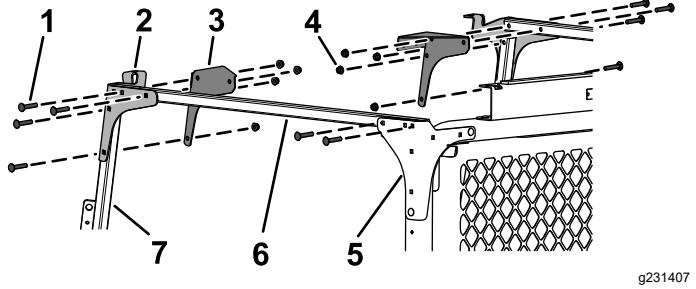

Bild 35
8. Befestigen Sie die Querverbindungsrohre lose mit vier Schlossschrauben (5/16" x 1¾") und vier Bundmuttern (5/16") an den hinteren Befestigungshalterungen, wie in Bild 35 abgebildet.
9. Befestigen Sie die vorderen Befestigungshalterungen und die vorderen Eckenverstärkungen lose mit acht Schlossschrauben (5/16" x 1¾") und acht Bundmuttern (5/16") an den vorderen Querverbindungsrohren und den Windschutzscheibenstützen, wie in Bild 35 abgebildet.